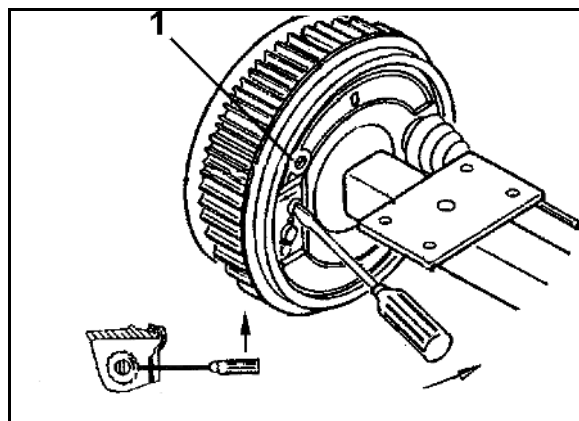

Рис. 120
- Смотровое отверстие (Рис. 120/1)